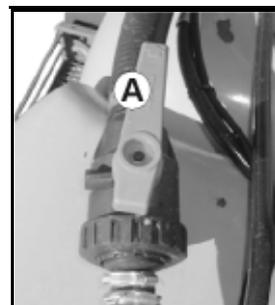

Fig. 42
2. Den Dreiwegehahn (**Fig. 42**)
3. zum Befüllen des Spritzbrühe-Behälters in Flussrichtung (Fig. 42/A) verschwenken .